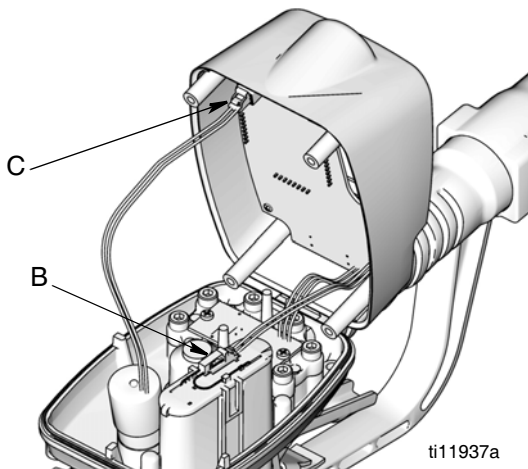

ABB. 31
3. Drehen Sie das Dosierventil wieder um und öffnen Sie die Abdeckung (ABB. 31).